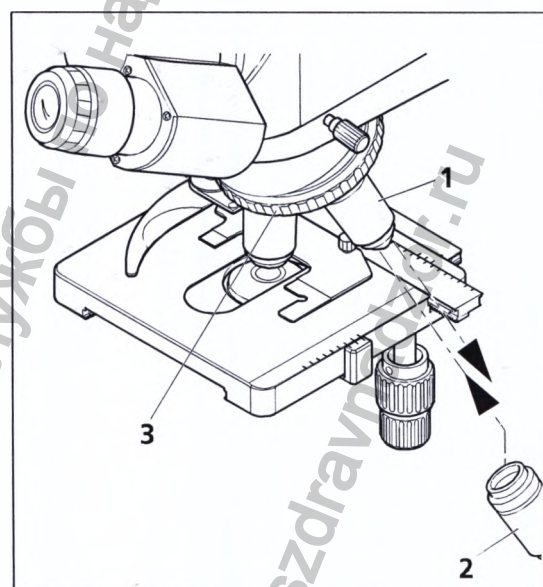

Рисунок 14 Смена объектива
- Повернуть револьвер объективов (Рисунок 14/3), чтобы привести заменяемый объектив (Рисунок 14/1) в боковую позицию.
- Ввинтить желаемый объектив (Рисунок 14/2) в револьвер объективов до упора.